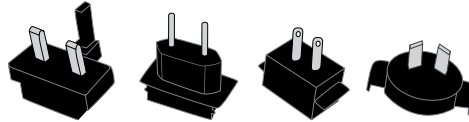

Bild 8-1: Utbytbara kontaktstift till systemladdare
1. Välj det utbytbara stift som passar strömuttaget. Fyra stift som är avsedda för användning i USA, EU, Australien och Storbritannien ingår. Se bild 8-1.